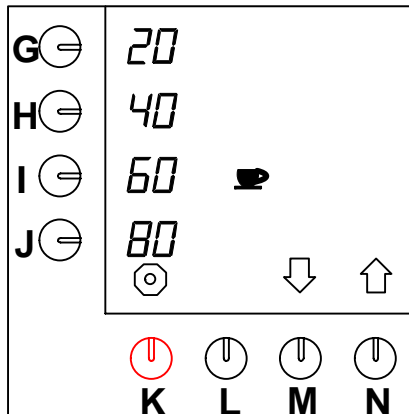

Abb. 25 Ändern der vorprogrammierten Wahlkosten für Tassen
- Drücken Sie auf die Wahlkosten (N.)↑, bis Abb.25 im Display erscheint.